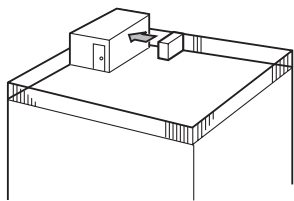

Fig. 2-3
- ① Direcione a saída de ar para a parede mais próxima a uma distância de cerca de 50 cm. (Fig. 2-3)